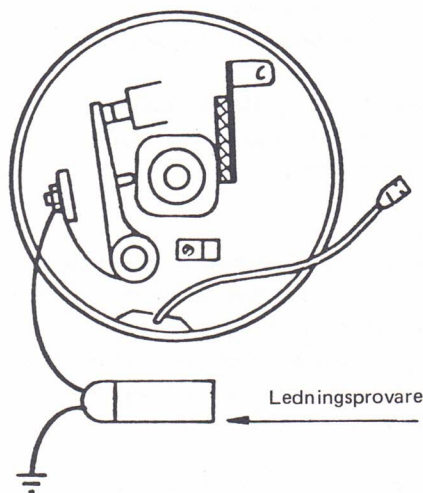

Bild 57. Inställning av tändmagnetens brytarkontakter
- 6 Motorer med modifierad tändmagnet, har flatstiftsanslutning på primärlindningens jordände. Vid tändinställning förfäres enligt följande. Ta bort den utvändiga kortslutningskabeln. Ta bort fördelarlocket och lossa flatstiftsanslutningen. Anslut en ledningsprovare enligt bild 57 mellan brytarmens anslutning och jord.